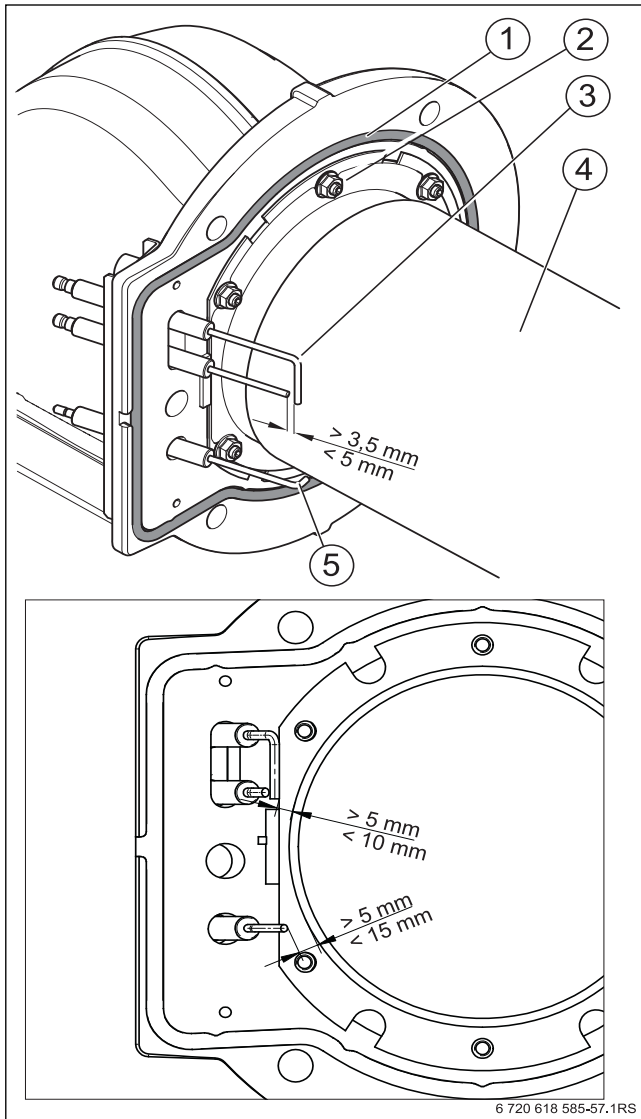

Рис. 55 Регулировка положения электродов
- Измерьте расстояния между электродами и сравните их со значениями на рис. 55.